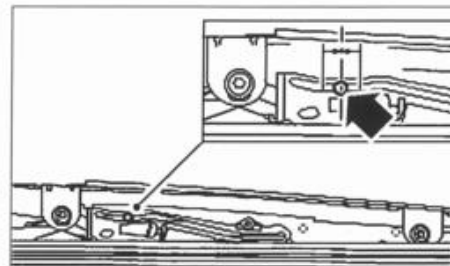

FIG. 82
- Poner los ejes de guía en el centro de la superficie plana del brazo guía de techo corredizo (fig. 82).